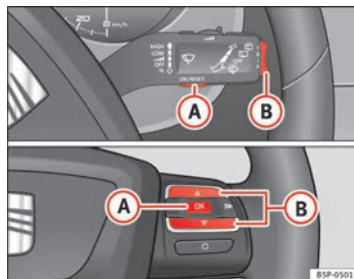

Fig. 39 Commandes à bascule A et B. Commandes au volant.
- Lorsque le contact est mis, appuyez brièvement sur la touche $\Rightarrow$ page 65, fig. 39 **A** du levier de l'essuie-glace pour passer d'une mémoire à l'autre ou appuyez sur la touche **A** des commandes au volant $\Rightarrow$ page 65, fig. 39.